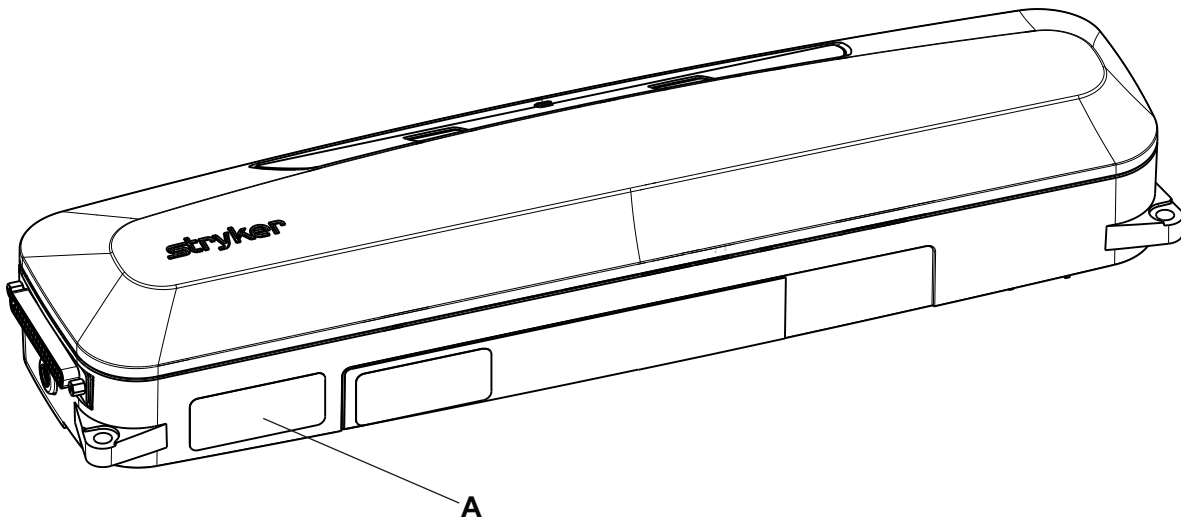

Figura 1 – Locația numărului de serie Stryker și a BBID
Numărul de serie Stryker și eticheta (A) cu numărul de identificare post pat (BBID) sunt localizate pe partea inferioară a produsului (Figura 1).